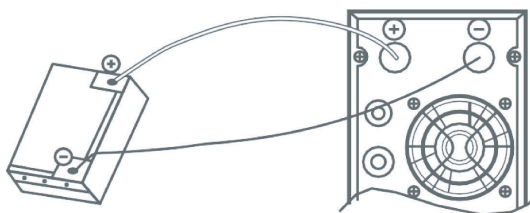
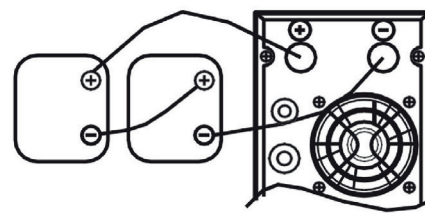

Рисунок 1. Подключение модели 600
Рисунок 2. Подключение модели 2000
1.) Подключение аккумуляторной батареи (см. Рисунок 1 и Рисунок 2):